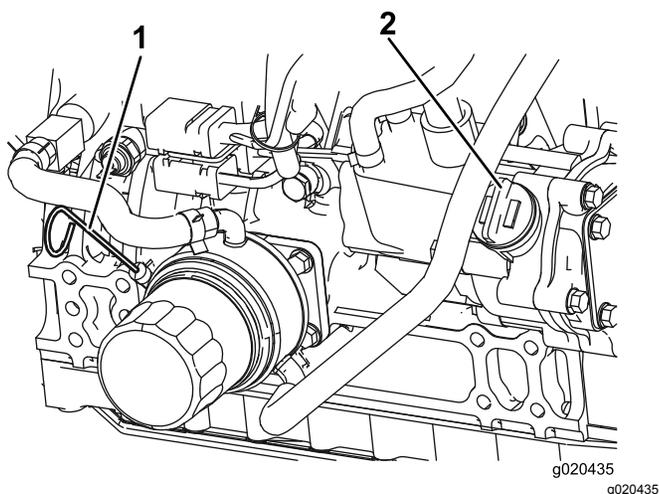

Рисунок 58
Примечание: Уровень масла должен находиться в допустимом интервале (Рисунок 58).
4. Если масло ниже безопасного уровня, снимите крышку маслозаливной горловины (Рисунок 58) и добавляйте масло до тех пор, пока его уровень не достигнет отметки Full (Полный). **Не допускайте переполнения.**